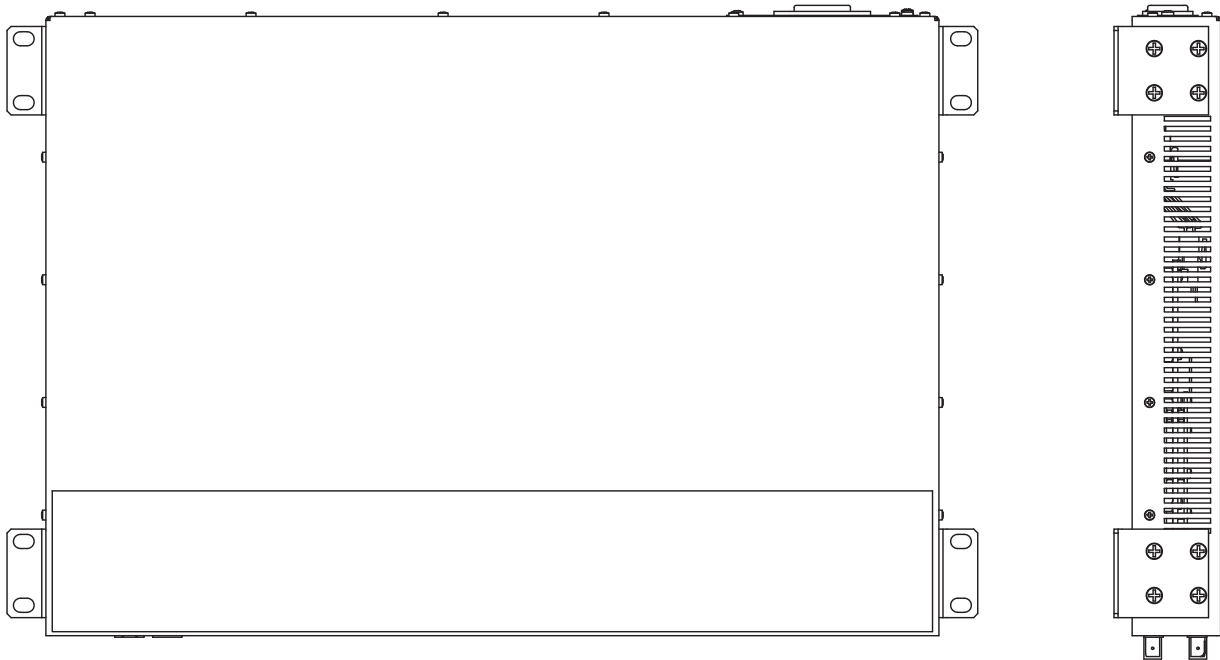

Abb. 15: Montage auf oder an eine ebene Fläche
- Bringen Sie die 2 vormontierten Haltewinkel an der Vorderseite in die in Abbildung 15 gezeigte Position.
- Befestigen Sie zusätzlich 2 Haltewinkel an der Rückseite des Gerätes. (siehe Abbildung 15)
(siehe Abbildung 15)